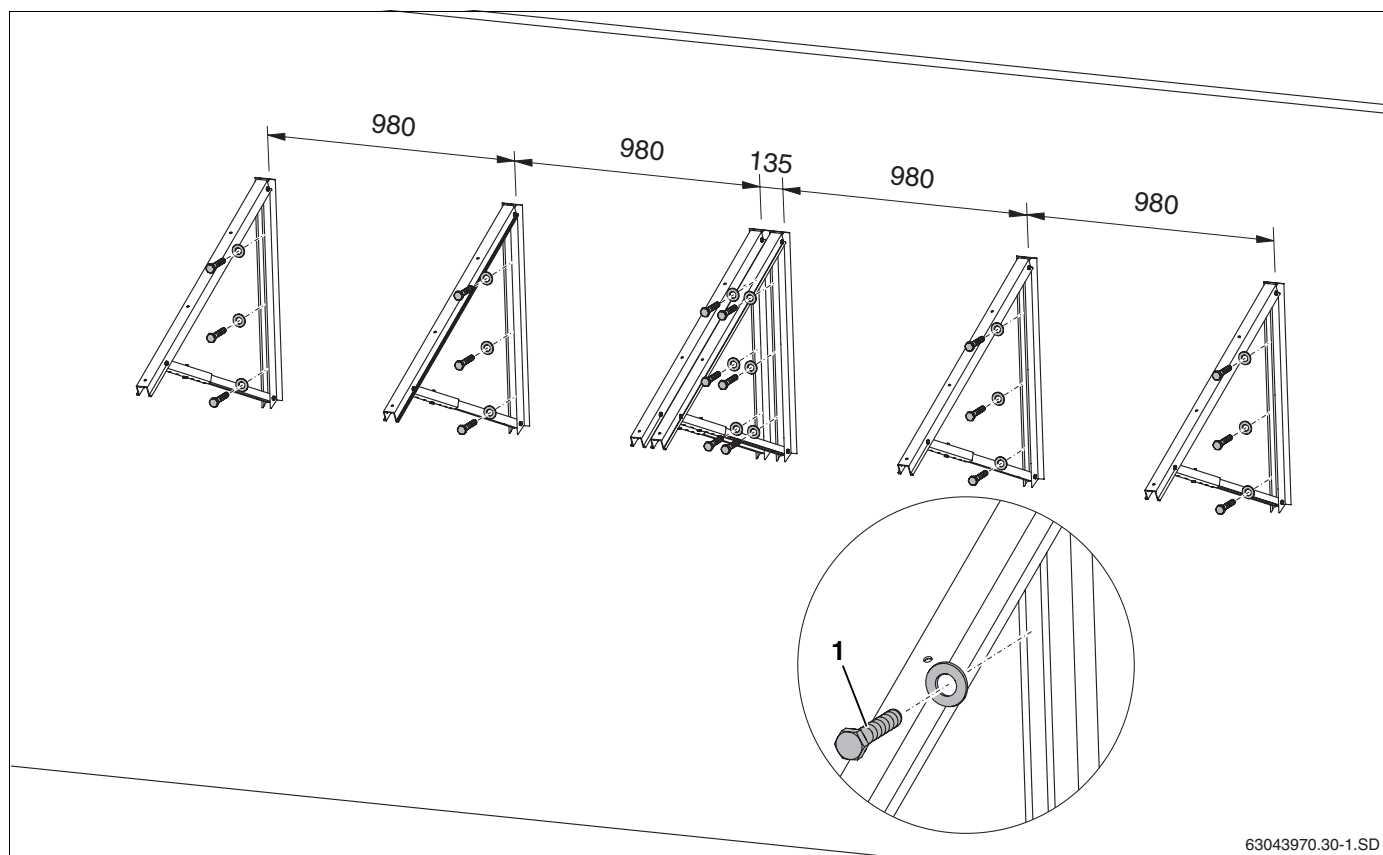

Fig. 30 Applicazione dei supporti per collettore alla facciata per 2 collettori (dati in mm)
- Fissare ciascun supporto per collettore alla facciata con 3 viti (vedi tab. 9, fig. 30, **pos. 1**) uno accanto all'altro.